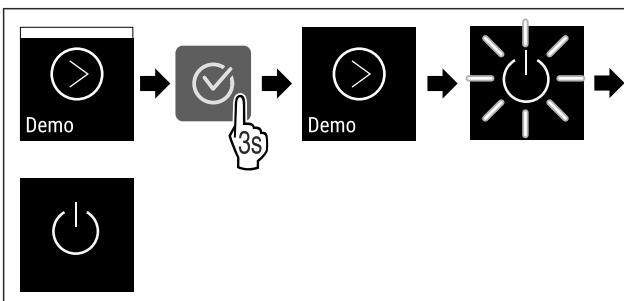

Fig. 101
- ▶ Kryeni hapat e veprimit (shihni Fig. 101) .